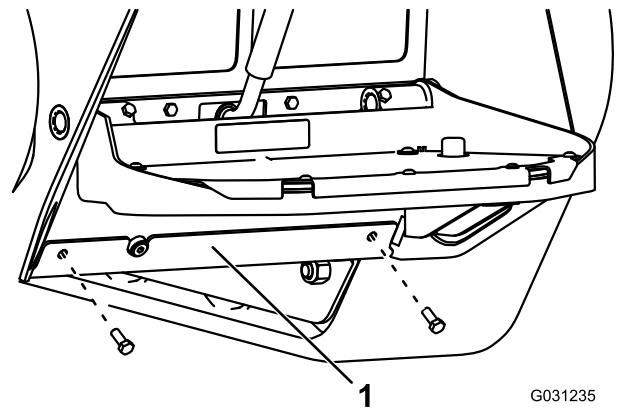

Bild 59
3. Entfernen Sie die zwei Schrauben, mit denen die untere Platte befestigt ist und entfernen Sie die untere Platte (Bild 59).
7. Montieren Sie die untere Platte (Bild 59).